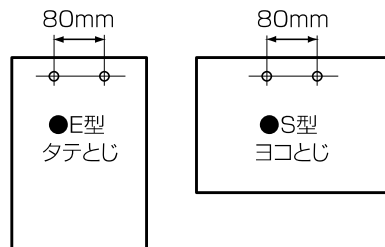

図8 ファイル・バインダー規格
- ①パンチ穴用スケール(規格サイズ) ②穴の中心からの距離 ③綴厚スケール
①穴の中心からの距離：必要に応じて利用してください。
②パンチ穴用スケール：ファイリング用に穴あけしたいときに利用してください。 **図8 参照**
③綴厚スケール：チューブの残量が表示されたときに利用してください。